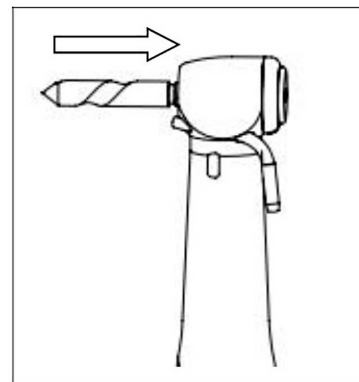

Рис. 3
- Когда услышите "клик", бор/сверло закреплены. (см. Рисунок 3)